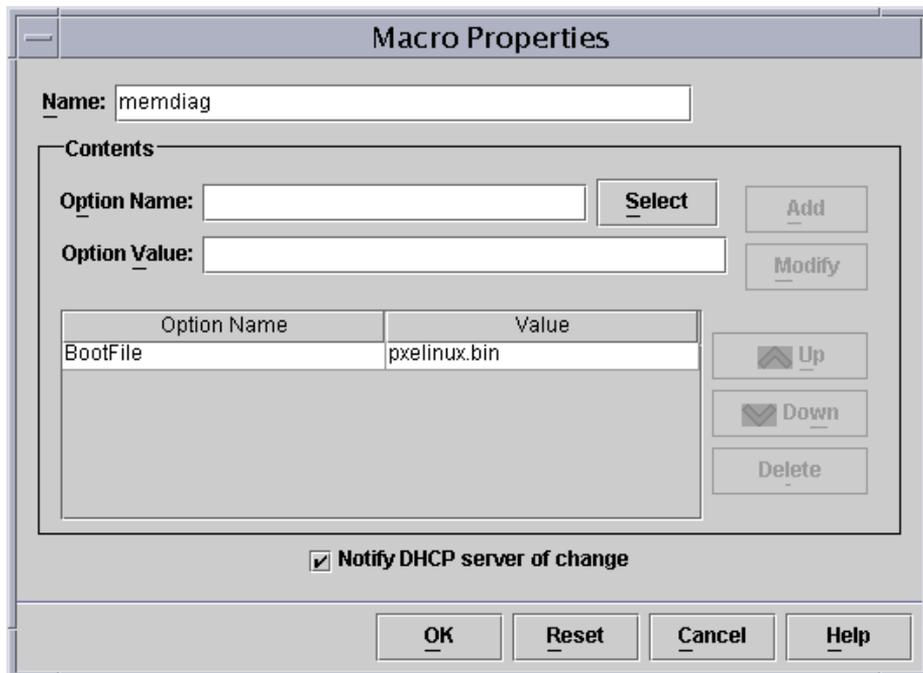

FIGURE 13-2 La fenêtre Macro Properties contenant la macro `memdiag`
6. Créez une nouvelle macro appelée `memdiag` contenant une option appelée `BootFile` ayant pour valeur `pxelinux.bin` (reportez-vous à la FIGURE 13-2).